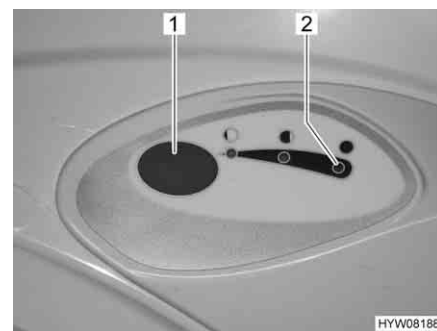

Fig. 265 Botón del inodoro/luz de control del inodoro Thetford
- Para lavar, pulsar el botón del inodoro azul (Fig. 265,1).
La luz de control (Fig. 265,2) se enciende cuando es necesario vaciar el depósito de aguas fecales.